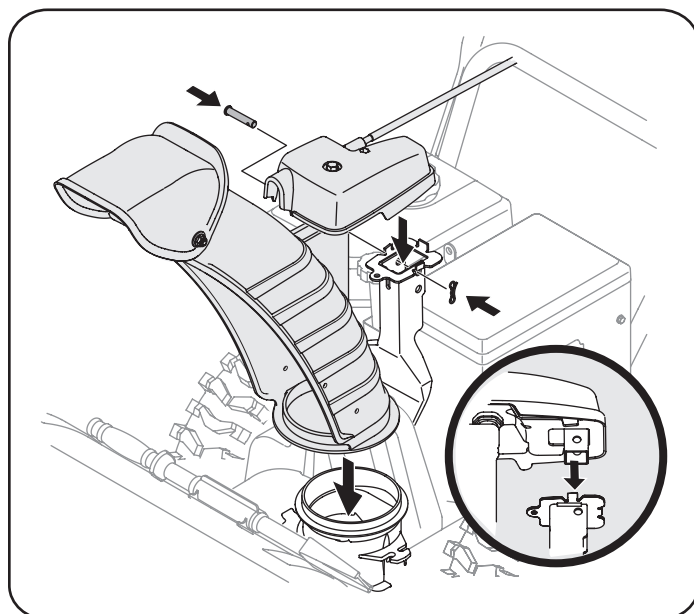

Figura 5
3. Lugar rampa hasta la base de la tolva y la cabeza seguro de control del canal de soporte del conducto con el apoyo de pasador de horquilla y pasador quitó antes. Ver la Figura 5.